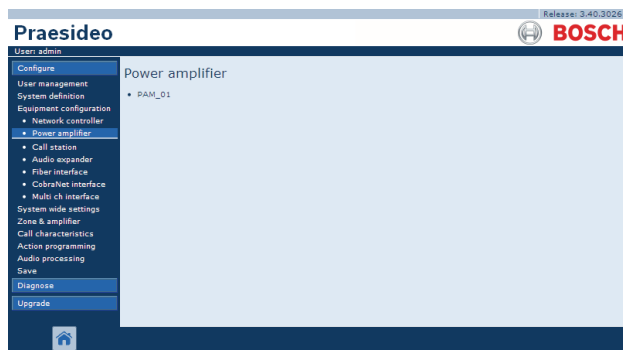

Abb. 43.10: Konfiguration von Endstufen, Schritt 1
- 1 Rufen Sie *Configure > Equipment configuration > Power amplifier* auf. Im Mainframe der webbasierten Benutzeroberfläche erscheint ein Bildschirm, der dem in Abb. 43.10 ähnelt.